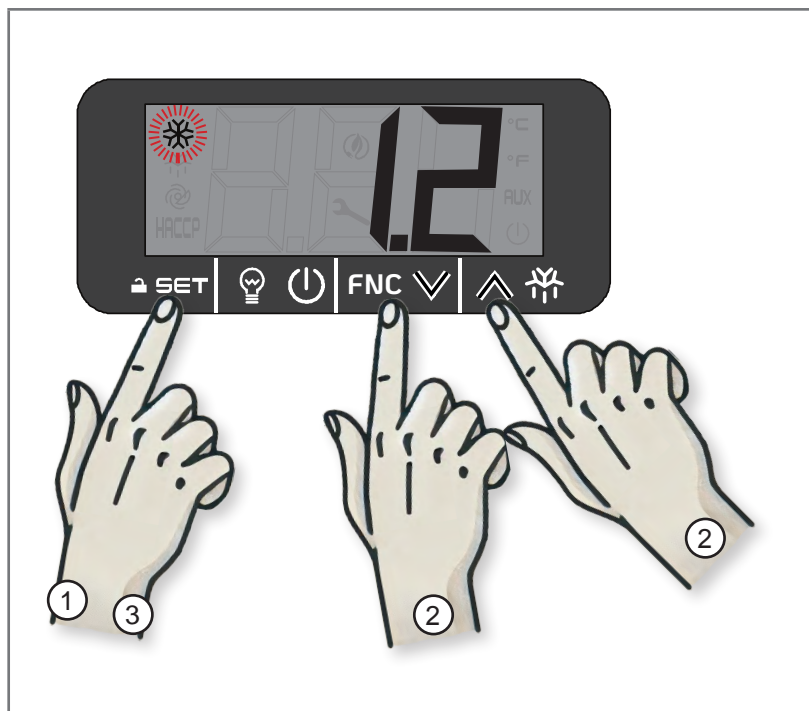

Fig 5.14 - Consigne de température
1. Appuyer sur la touche SET (1 - Fig. 5.14) : l'écran affiche l'icône du compresseur qui clignote et la température (°C) actuellement réglée.
2. Appuyer sur la touche BAS (2 - Fig. 5.14) ou la touche HAUT (2 - Fig. 5.14) dans les 15 secondes pour régler la valeur de la température (°C).
3. Appuyer sur la touche SET (3 - Fig. 5.14) ou ne rien faire pendant 15 secondes.